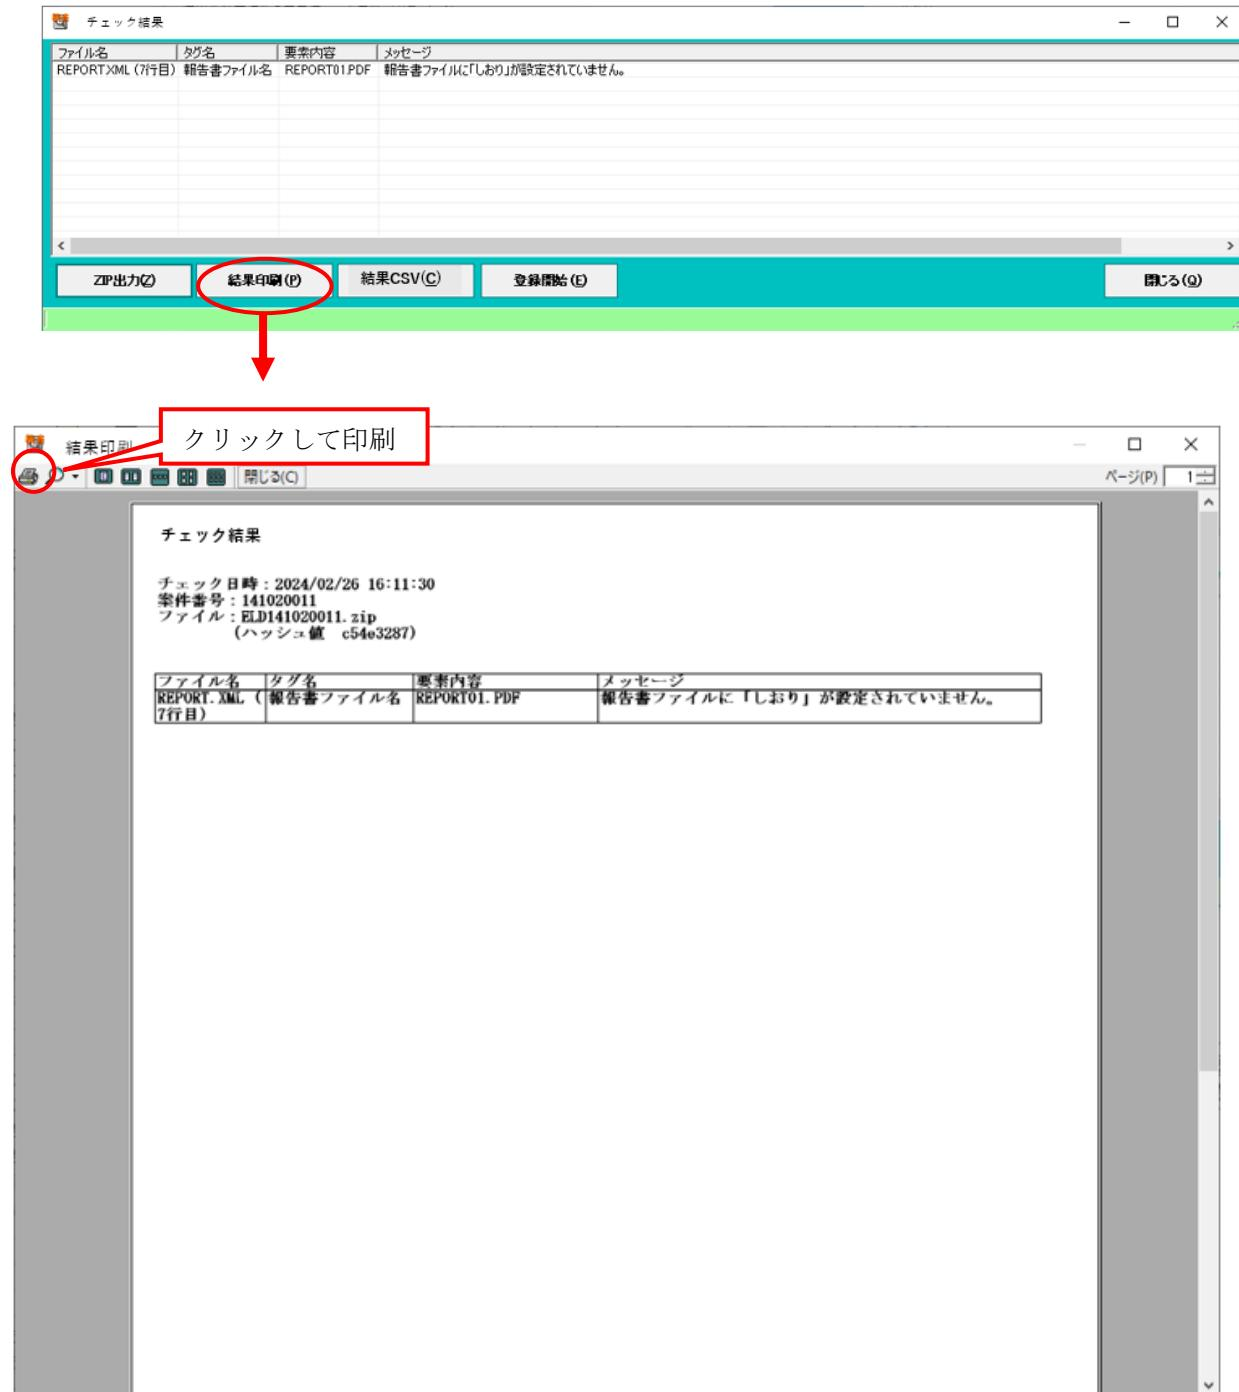

図 4-23 チェック結果印刷プレビュー
- ・チェック結果は、オンライン電子納品する際に必要となります。(図 4-23 でPDF保存するか、紙に印刷したものをスキャニングしてPDFを作成します)